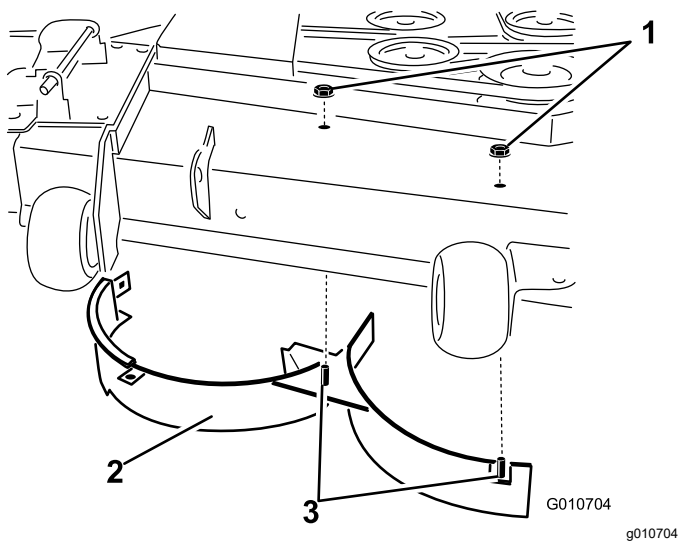

Figura 15
8. Îndepărtați cele 2 contrapiulițe (5/16") fixate pe suporturile sudate ale deflectorului drept din partea superioară a punii mainii de tuns iarba, aflate în poziție centrală i la dreapta de centru (Figura 15)